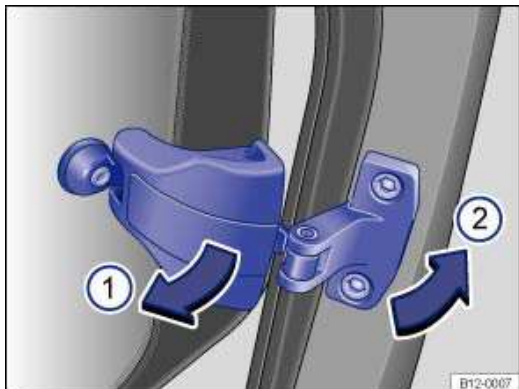

Abb. 36 In den hinteren Türen: Ausstellfenster schließen.
- Verriegelungshebel → Abb. 36 ① nach innen ziehen.
- Verriegelungshebel nach hinten drücken ②, bis er hörbar einrastet und das Fenster geschlossen ist.